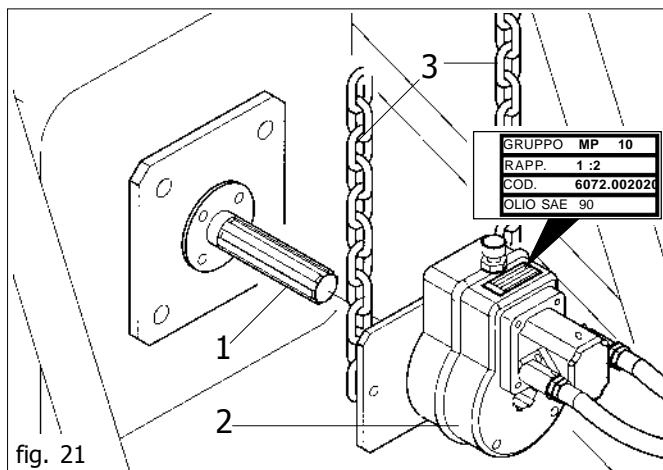

fig. 21
Bei abgeschaltetem Motor und stabil gebremstem Schlepper alle Schnellkupplungen einstecken. Die Zapfwelle des Schleppers (1, Abb. 21) säubern und mit Fett schmieren. Das Getriebe (2) wie in Abb. 21 gezeigt auf die Zapfwelle des Anbaugeräts aufstecken. Den festen Sitz des Getriebes überprüfen, dann ein Mitdrehen des Getriebes durch Anhängen der beiliegenden Haltekette (3) verhindern. **Den Ölstand des Getriebes kontrollieren, bei Bedarf Getriebeöl (ESSO SAE W80-90) nachfüllen.**